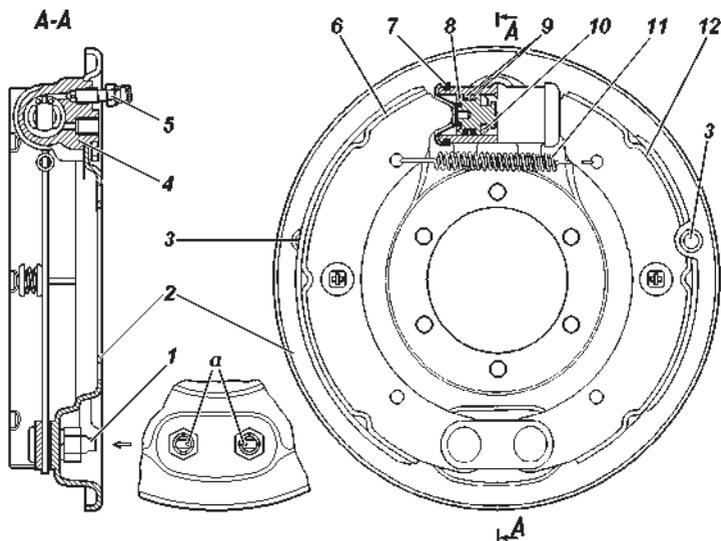

Рис. 9.31. Тормоз заднего колеса:
**Барабанный тормоз задних колес** (рис. 9.31). Периодически снимайте тормозные барабаны и очищайте детали тормозов от пыли и грязи. Периодичность этой операции зависит от условий эксплуатации автомобиля. В летнее время и при езде по грязным дорогам чистка должна проводиться чаще, зимой – реже.